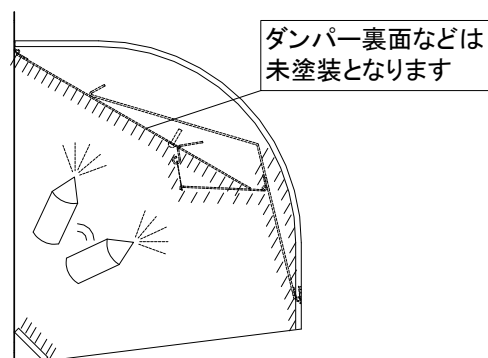

図3.ウエザーカバーダンパー部塗装
- ※3:ダンパーを開いた状態で塗装するため、ダンパー裏面などは未塗装となります。(図3)